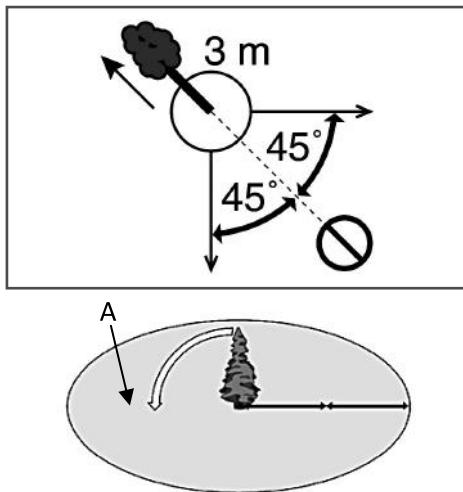

Рис.11 Зона безопасности при валке дерева
7. Обязательно выберите путь к отходу. Путь отхода должен быть направлен по диагонали в сторону, противоположную направлению падения, под углом 45 градусов, и вы должны отойти минимум на 3 метра от ствола, на тот случай, если во время падения комель дерева отскочит в сторону. Зона безопасности (A) должна быть не менее 2 1/2 высоты дерева (Рис.11).